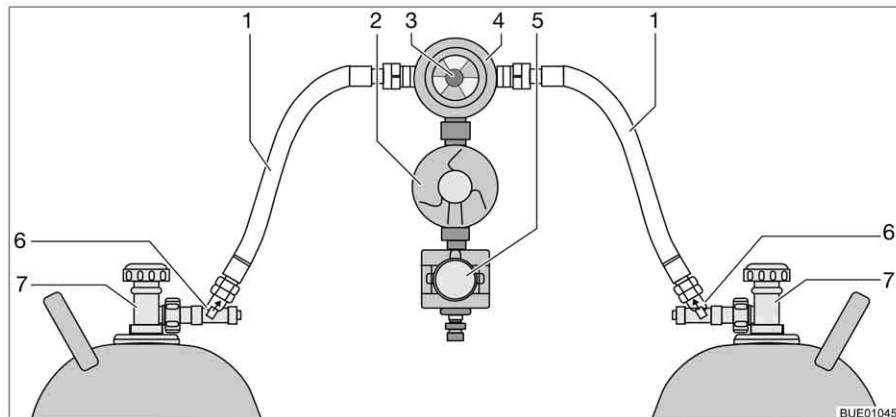

Fig. 121 Instalación de conmutación Crash-Protection-Unit
La Crash-Protection-Unit se compone de dos restrictores de desbloqueo manual (Fig. 121,6), una válvula selectora (Fig. 121,4) con regulador de presión (Fig. 121,2), una electroválvula (Fig. 121,5) y la unidad de mando con LED de tres colores. La válvula selectora está montada entre las dos gomas del gas (Fig. 121,1).
Con el botón giratorio (Fig. 121,3) en la válvula selectora se puede determinar cuál de las bombonas de gas se utilizará como bombona de servicio y cuál bombona de gas como bombona de reserva.
En la unidad de mando (Fig. 122) únicamente pueden conmutarse las funciones eléctricas. Las llaves de paso principales de las bombonas de gas (Fig. 121,7) y los desbloques (Fig. 121,6) deben abrirse a mano.
- Abrir las llaves de paso principales en las bombonas de gas (Fig. 121,7).
- Pulsar los desbloques (Fig. 121,6), uno tras otro, durante 10 segundos.
- Con el botón giratorio (Fig. 121,3) en la válvula selectora (Fig. 121,4), seleccionar la bombona de gas de la que habrá de tomarse el gas principalmente (bombona de servicio).
- Cerrar las llaves de paso principales en las bombonas de gas (Fig. 121,7).